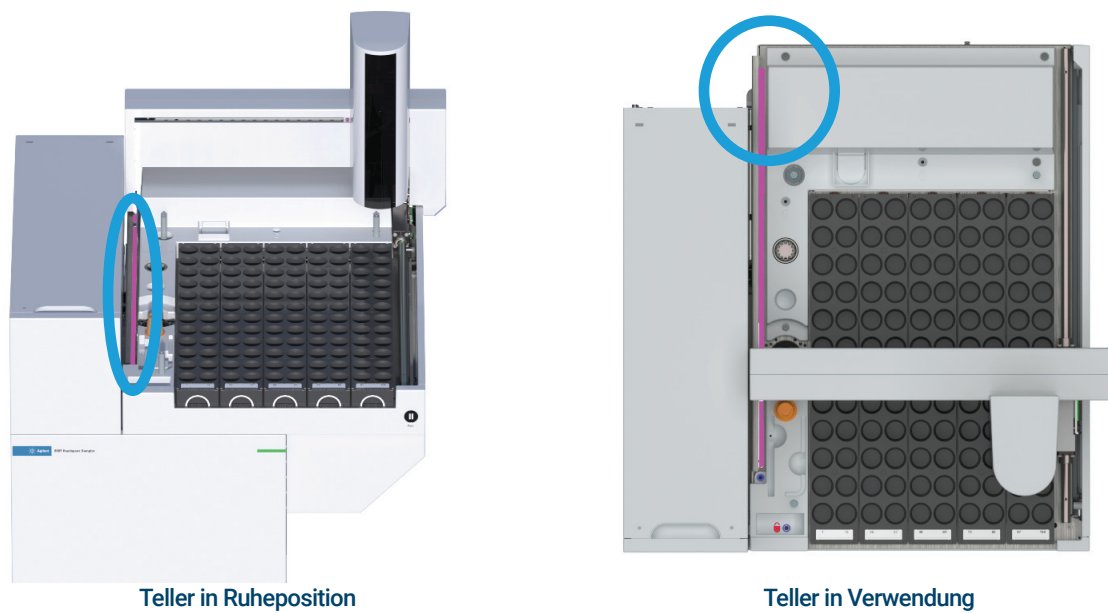

Abb.29. X-Achsenspur, rosa gekennzeichnet
- 2 Wischen Sie die in **Abbildung 29** abgebildete Spur mit einem sauberen, angefeuchteten Stoff- oder Papiertuch ab.